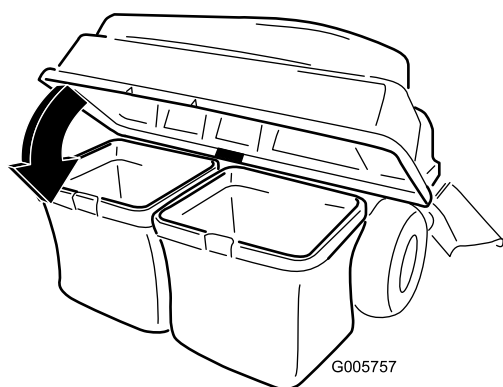

Figura 15
3. Baje la tapa del ensacador sobre la bolsa (Figura 15).